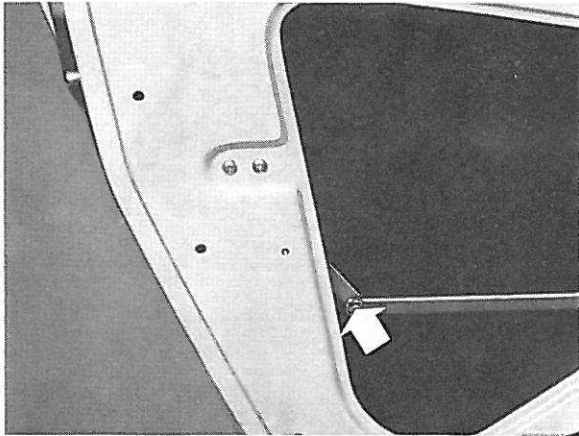

Figure 19. Verrou pour levier de commande à distance
2. Démontez le verrou pour le levier de la commande à distance (figure 19).